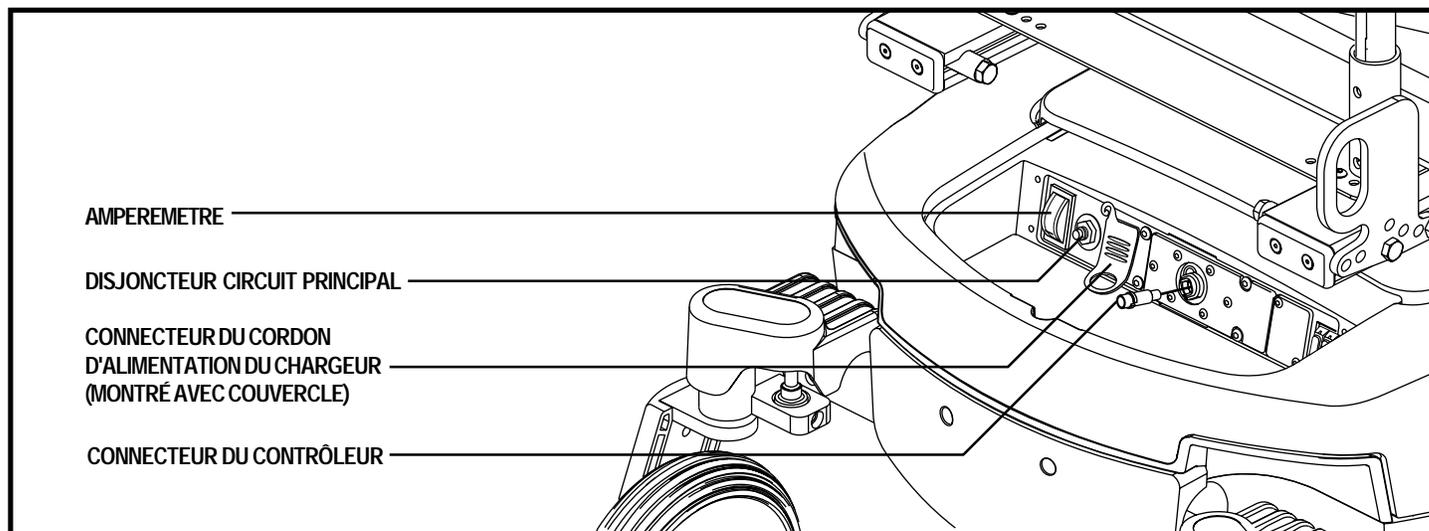

Figure 6. Tableau électronique (Montré avec les composantes du chargeur intégré facultatif)
Les composantes électroniques du fauteuil sont le module de contrôle, les batteries et les moteurs. Les batteries et les moteurs qui sont tous situés à l'intérieur de la base motrice. Tandis que la manette de commande est placée sur l'appui-bras. Les branchements entre le contrôleur et les batteries, les moteurs et le chargeur intégré facultatif sont fait à l'aide de un ou plusieurs câbles reliés au tableau électronique situé à l'arrière. Le tableau électronique est placé sous le capot arrière. Voir la figure 6.
9. Branchez le câble du contrôleur dans le réceptacle sur le tableau électronique. Voir la figure 6.